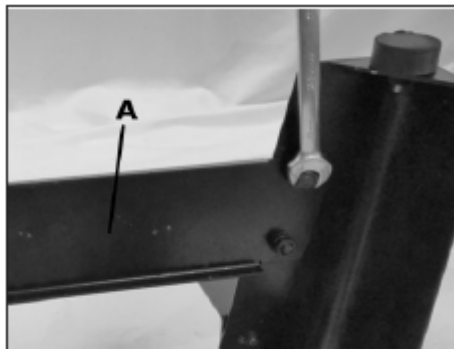

Рис. 5
2. Прикрепить нижнюю опорную пластину В (рис. 5, А) на оба комплекта сборки ног и соединительной пластины с помощью болтов М8х16 с квадратным подголовником, с плоской и пружинной шайбой на 8 мм и гаек М8.